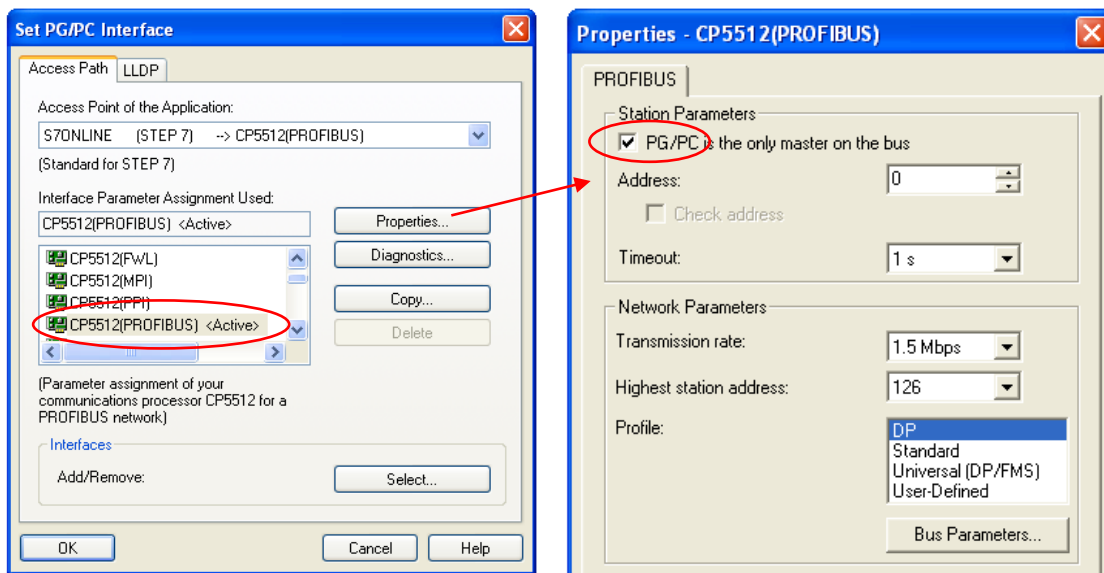

图 8 PG/PC 设置示意图
如果看不到图 8 中所示的 CP5512 接口，则可以进行如下操作：
- 点击图 8 中窗口右下角“Select...”打开“添加/删除接口”对话框。